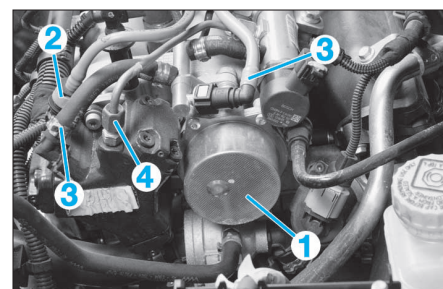

FIG. 15
- Déposer la pompe à vide (1) (Fig.15).
- le flexible d'alimentation de pompe (2).
- la durite de retour combustible (3).
- la canalisation haute pression d'alimentation de la rampe (4).